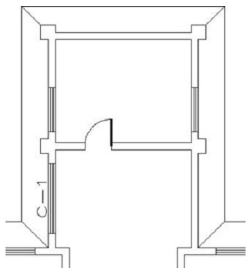

图 3.86 插入的窗图块
- (7) 在输入窗编号<C-1>:提示下, 按Enter键执行尖括号内默认值“C-1”, 结果如图3.86所示。